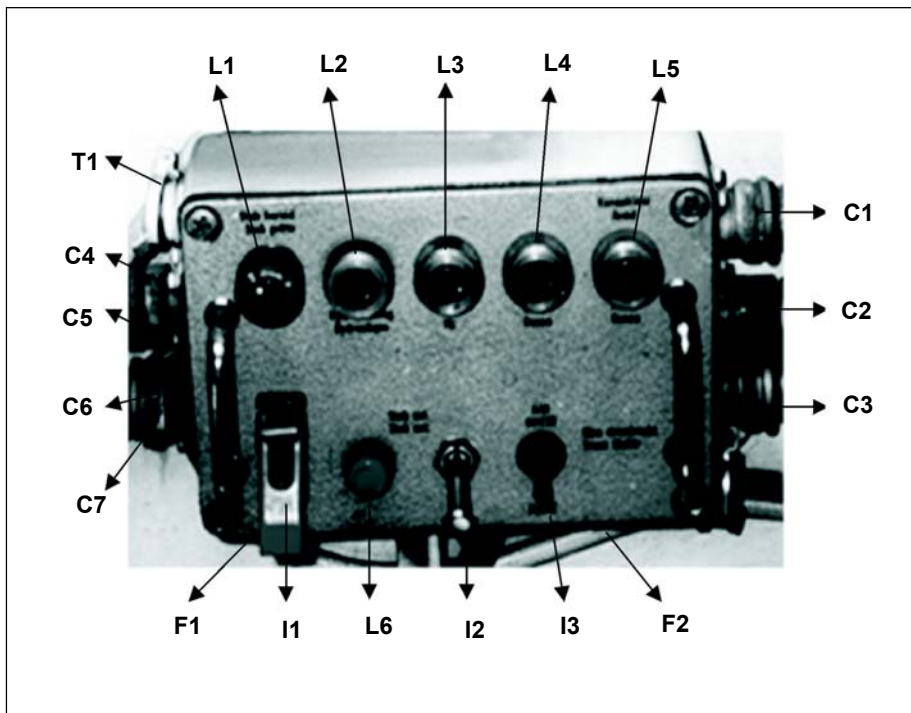

Fig 4-1. Caixa de Comando do Cmt CC
**a. Caixa de comando do Cmt CC** (Fig 4-1) - Localizada à direita do Cmt CC, é composta de: